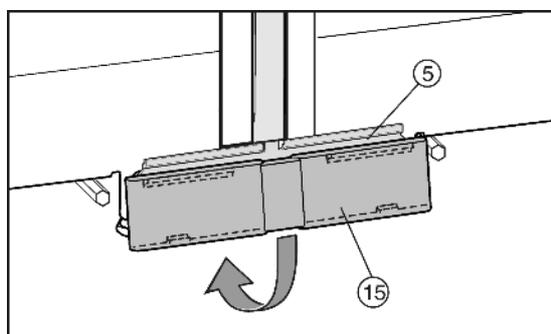

Fig. 11
- u Mettre en place le cache Fig. 11 (15) inférieur par le haut sur la tôle de jonction Fig. 11 (5) et le faire encliquer en bas.